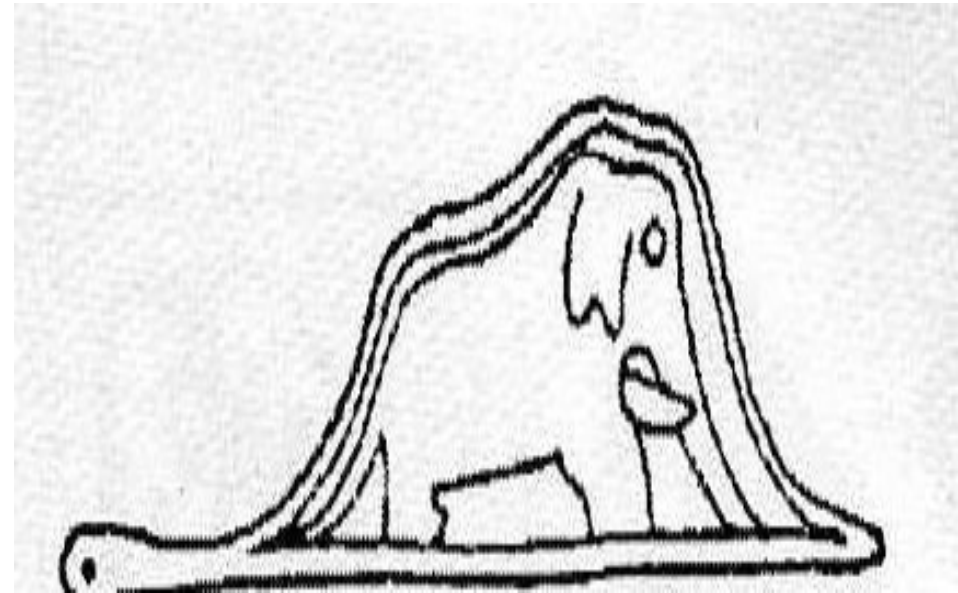

Рис. 2
- А все взрослые подумали, что это шляпа. Но на самом деле это был удав, проглотивший слона. Чтобы другие это поняли, юный художник выразился конкретней и нарисовал рисунок 2.